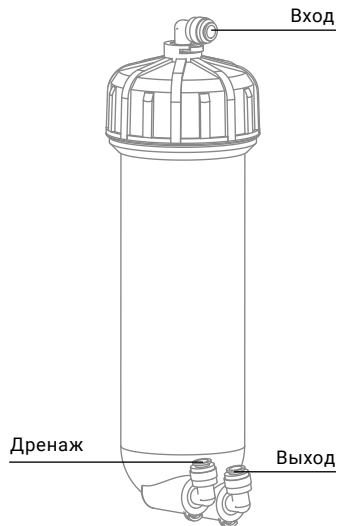

Рис. 18
7. Подключите пластиковые трубки к корпусу мембраны (см. раздел Подсоединение трубок), соблюдая последовательность их подключения к корпусу (вход/выход/дренаж) (рис. 18). Каждую стопорную клипсу зафиксируйте на цанге, с которой она была снята. Проверьте все соединения на герметичность.